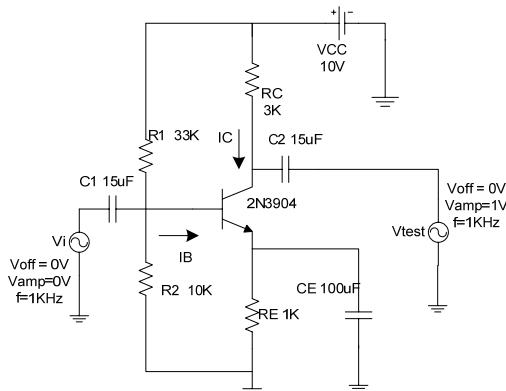

FIG 3.- AMPLIFICATEUR A TRANSISTOR BJT. ANALYSE DE L'IMPEDANCE DE SORTIE.
6.- Effectuer la simulation du circuit de la Fig 3 utilisant SPICE, avec l'objectif d'obtenir l'impédance de sortie.